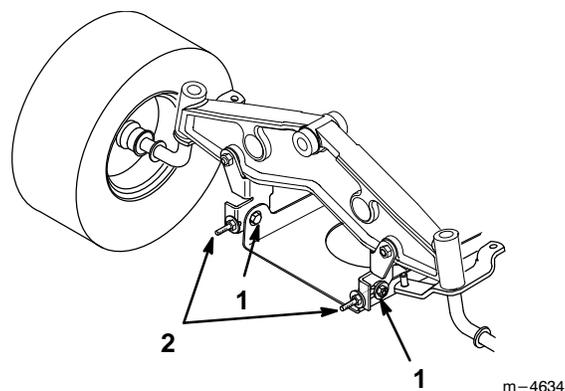

Figure 53
7. Pour régler l'inclinaison avant/arrière des lames, desserrer légèrement les boulons de fixation de la plaque de pivot avant (Fig. 53).
8. Visser ou dévisser les écrous des boulons à œil pour corriger l'inclinaison (Fig. 53): visser les écrous des boulons à œil pour relever l'avant du plateau de coupe, ou les dévisser pour l'abaisser.
9. Après avoir réglé de manière égale les écrous des deux boulons à œil, contrôler de nouveau l'inclinaison avant/arrière. Poursuivre le réglage des boulons à œil jusqu'à ce que la pointe de lame avant soit de 0 à 9 mm (0-3/8") plus bas que la pointe arrière (Fig. 53).
10. Quand l'inclinaison avant/arrière est correcte, resserrer les boulons de fixation de la plaque de pivot (Fig. 53).